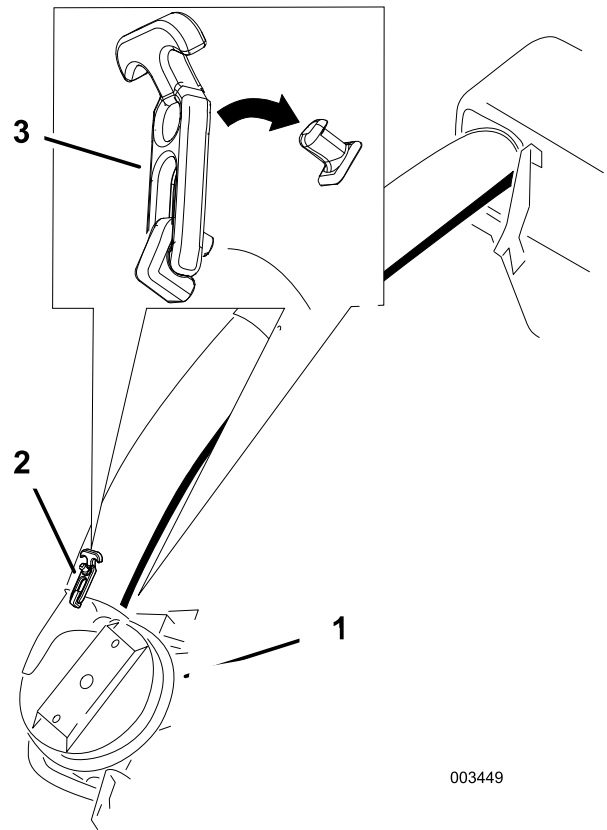
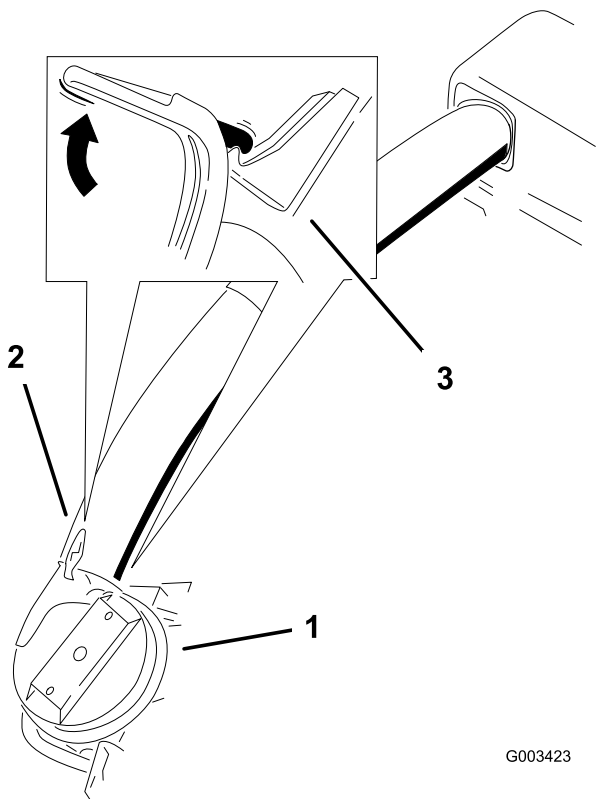

Figura 26
Figura 27
9. Deslice el tubo inferior sobre la bota y conéctelos con el cierre (Figura 26 o Figura 27).